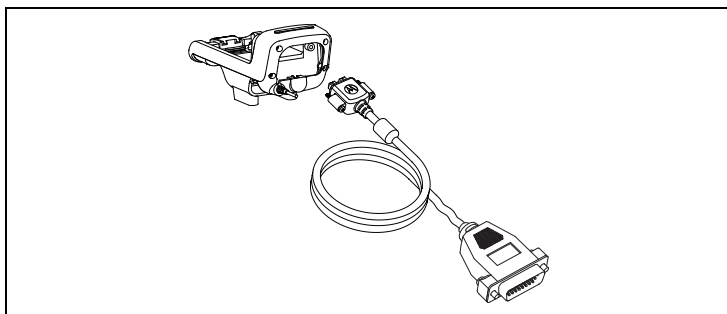

Abbildung 3: Installieren des Kabels zwischen Ladestation und Anschlussbox an der Ladestation
9. Befestigen Sie das Kabel zwischen Ladestation und Anschlussbox (PMKN4169) oder das Kabel zwischen Ladestation und Anschlussbox mit USB-Datenkabel (PMKN4170) an der Unterseite des Ladefachs, indem Sie die Rändelschraube in die Einsetzmutter schrauben, wie in Abbildung 3 unten dargestellt.